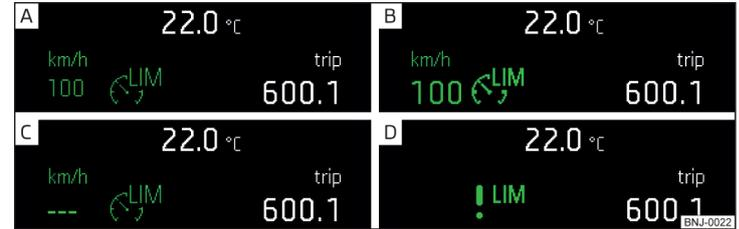
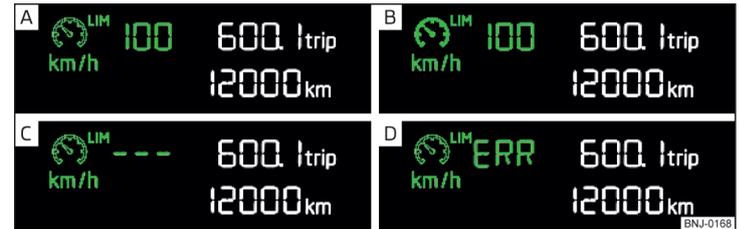

Fig. 120 Visuel MAXI DOT : Exemples d'affichages d'état du limiteur de vitesse
Fig. 121 Écran de segment : Exemples d'affichages d'état du limiteur de vitesse
**Affichages d'état du limiteur de vitesse » fig. 120, » fig. 121**